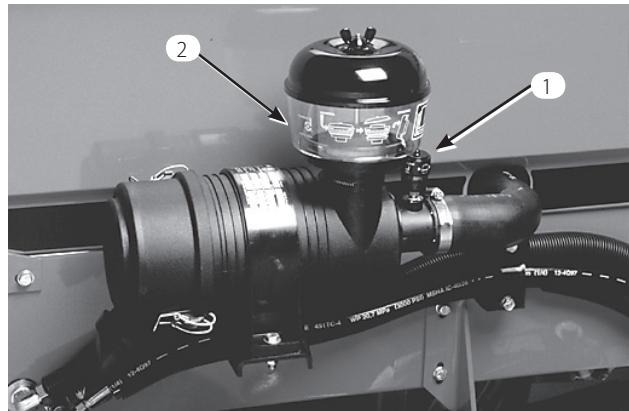

図 45
2. エア・クリーナの整備はインジケータ(図45)が赤色になったら必ず、または400運転時間ごと(非常にホコリのひどい場所で使っている場合にはよりひんぱんに)行ってください。エア・フィルタの整備のしすぎはかえってよくありません。
- インジケーター (図45) が赤になっていればリセットしておく。